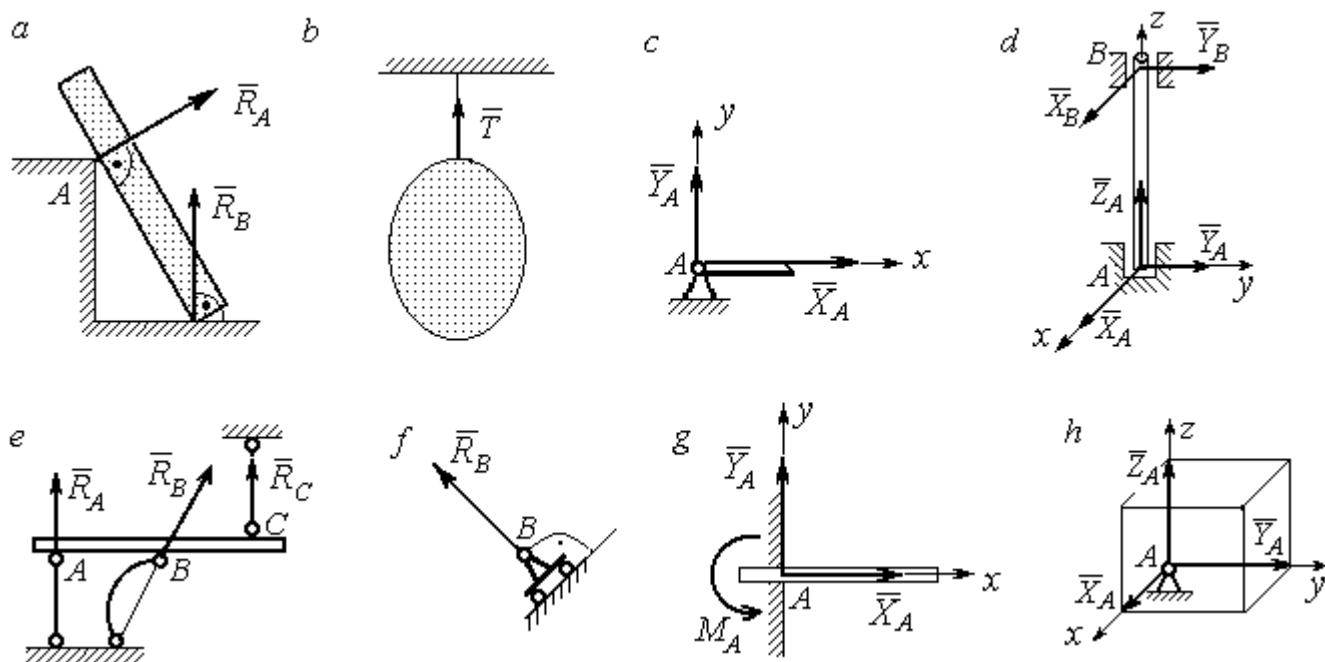

Рис. 1.1. Виды связей и их реакции:
**Опора тела на гладкую плоскость (поверхность) без трения.** Реакция приложена в точке касания и направлена перпендикулярно к общей касательной соприкасающихся поверхностей. При опоре углом, или на угол (рис. 1.1, *a*), реакция направлена по нормали к одной из поверхностей.
**Гибкая связь.** Если на тело наложена связь в виде гибкой нерастяжимой нити (каната, троса), то реакция связи  $\vec{T}$ , равная натяжению нити, приложена к телу и направлена вдоль нити (рис. 1.1, *b*).
**Цилиндрический шарнир (подшипник)** создает соединение, при котором одно тело может вращаться по отношению к другому. Реакция цилиндрического шарнира лежит в плоскости, перпендикулярной оси шарнира. При решении задач реакцию цилиндрического шарнира  $\vec{R}_A$  изображают ее составляющими  $\vec{X}_A$  и  $\vec{Y}_A$ , взятыми по направлениям координатных осей (рис. 1.1, c). Реакция подшипника  $\vec{R}_B$  (рис. 1.1, d) также изображается своими составляющими  $\vec{X}_B$  и  $\vec{Y}_B$ , взятыми по направлениям координатных осей в плоскости, перпендикулярной оси вращения подшипника. Величина реакции определяется по формуле:  $R_A = \sqrt{X_A^2 + Y_A^2}$ . **Реакция прямолинейного невесомого стержня с шарнирными соединениями на краях** направлена вдоль самого стержня, а криволинейного – вдоль линии, соединяющей точки крепления стержня (рис. 1.1, e). **Реакция подвижной опоры**  $\vec{R}_B$  (рис. 1.1, f) направлена по нормали к поверхности, на которую опираются катки опоры. **Жесткая заделка** (рис. 1.1, g) препятствует не только линейным перемещениям тела, но и повороту. Реакция заделки состоит из силы реакции  $\vec{R}_A$  и пары сил с моментом  $M_A$ . При решении задач силу реакции жесткой заделки  $\vec{R}_A$  изображают ее составляющими  $\vec{X}_A$  и  $\vec{Y}_A$ , взятыми по направлениям координатных осей. Модуль реакции определяется по формуле  $R_A = \sqrt{X_A^2 + Y_A^2}$ . Виды связей и их реакции показаны на рис. 1.1.